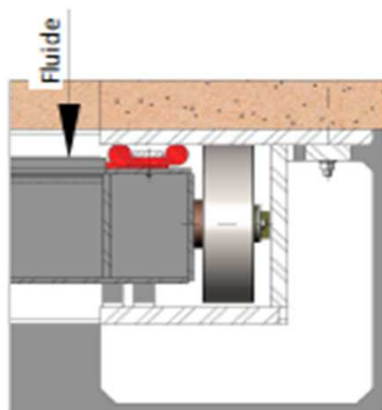

fig. 7
- UNIDIRECTIONNELLE DÉFAVORABLE : fig. 7 et fig. 8